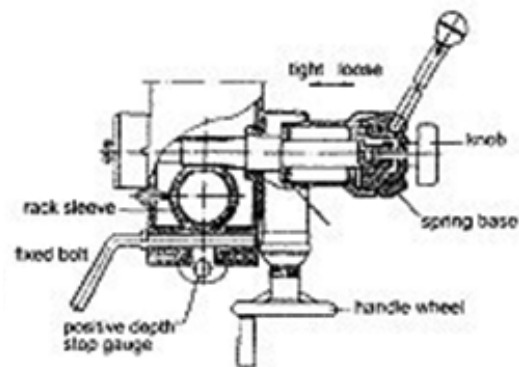

Fig. 2
- 1 Vorbereitung zum Bohren (siehe Abb. 2) (Mit Ausnahme des zusätzlichen Zuführsystems). Durch Drehen des Knopfes wird der Kegelkörper des Schneckenrads und die Federbasis gelöst. Dann entscheiden wir, ob wir den Spindelhub mit dem positiven Tiefenanschlag für das Bohren von Sacklöchern oder den freien Zustand für Durchgangsbohrungen einstellen.
- 2 Vorbereitung für das Fräsen (siehe Abb. 2) (Mit Ausnahme des zusätzlichen Zuführsystems)